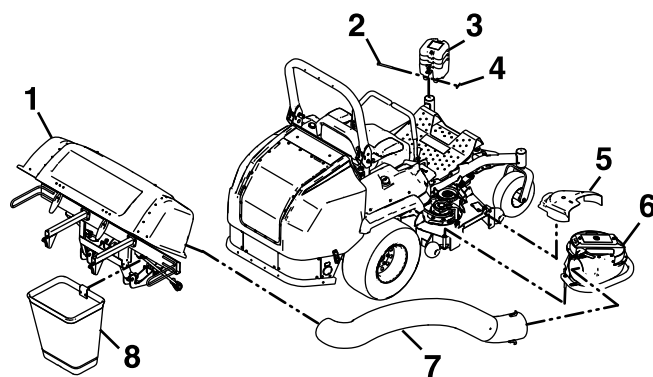

Figure 23
6. Enlevez le tube d'éjection en desserrant les verrous sur le ventilateur. Retirez le tube de la sortie du ventilateur et dégagez l'extrémité supérieure de la trémie (Figure 23).